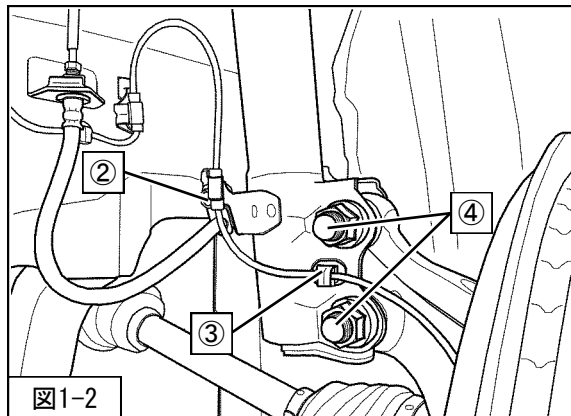

図1-2
②ブレーキホース・ABSセンサハーネス取付ボルト
③ABSセンサハーネス取付クリップ
④フロントサスペンションASSYロア取付ボルト・ナットを取外してください。（図1-2）